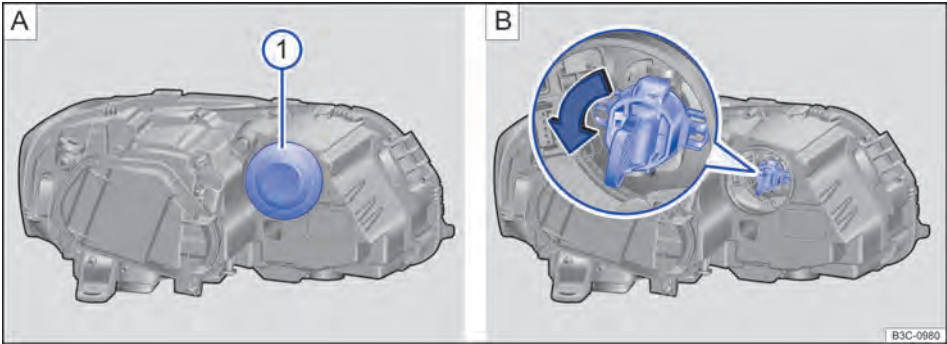

Fig. 250 No compartimento do motor: cobertura do indicador de direção do farol dianteiro esquerdo.
3.	Remover a cobertura de borracha ⇒ Fig. 250 A na parte traseira do farol.
4.	Girar e retirar o suporte da lâmpada no sentido da seta ⇒ Fig. 250 B.
9.	Colocar o suporte da lâmpada e girar contra o sentido da seta ⇒ Fig. 250 B de volta para a posição original.
10.	Colocar a cobertura de borracha ⇒ Fig. 250 A .